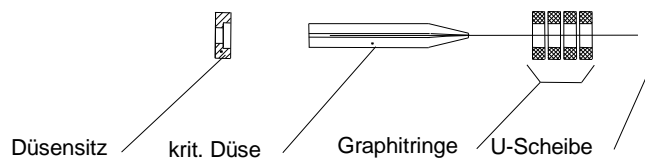

Abbildung 15 Verdünnungskreuzstück mit Dichtungspackungen (320 °C-Version)
- Mit dem Montagewerkzeug (Pos. ③, Abb. 15) die Injektordüse von der Strahlrohrseite herausdrücken;
- Kritische Düse mit Düsensitz und O-Ringen mit dem Montagewerkzeug (Pos. ③, Abb.15) vorsichtig von der Gegenseite aus dem Kreuzstück herausdrücken;
Abbildung 15 zeigt das Verdünnungskreuzstück mit der kritischen Düse und den Graphitdichtpackungen (320 °C-Version).
- Kritische Düse mit Düsensitz und Graphitpackung mit dem Montagewerkzeug (Pos. ③) vorsichtig von der Gegenseite aus dem Kreuzstück herausdrücken;
- 4 neue Graphitringe auf die kritische Düse schieben und U-Scheibe aufsetzen (Dimensionen siehe Abb.15);
- Injektordüse mit dem Werkzeug (Pos. ③, Abb. 15) von der Strahlrohrseite aus dem Kreuzstück herausdrücken;